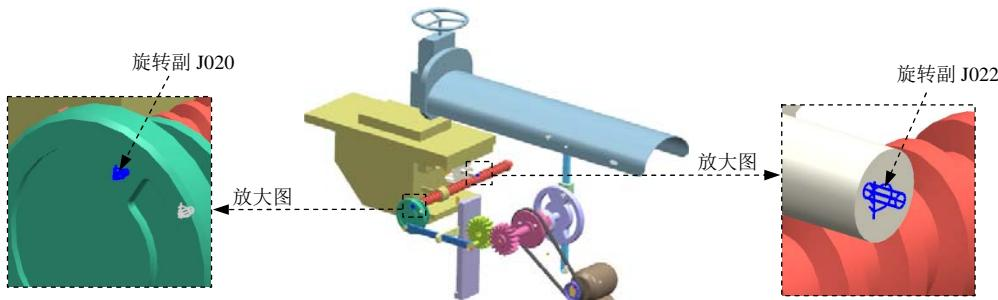

图 10.9.30 定义“齿轮副”2
(2) 选择运动副驱动。单击“齿轮副”对话框中的**第一个运动副**区域下**\*选择运动副(O)**按钮，在运动导航器中选取旋转副 J022，此时图 10.9.30 所示的旋转副 J022 加亮显示；单击**第二运动副传动**区域下**\*选择运动副(O)**按钮，在运动导航器中选取旋转副 J020，此时图 10.9.30 所示的旋转副 J020 加亮显示；在**设置区域****比率**后的文本框中输入值 6，其余参数接受系统默认设置。